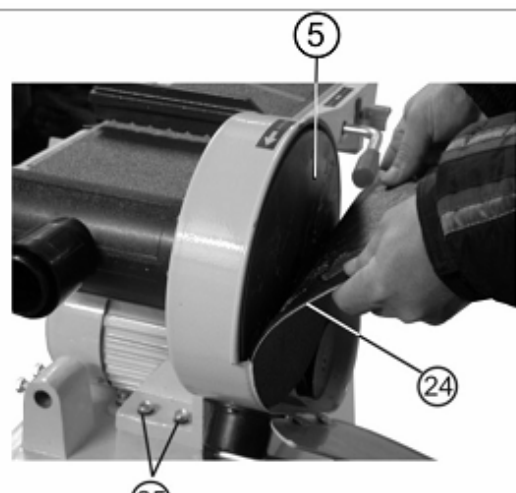

Рис.16
12.3.4. Ослабьте четыре болта крепления (25) двигателя к станине, Рис.16.
12.3.5. Снимите диск (5), Рис.16.
12.3.7. Установите диск (5) и затяните болт (49) крепления диска (52), Рис.17, отрегулируйте натяжение нового ремня (53), Рис.17, и затяните болты крепления двигателя к станине (25), Рис.16.